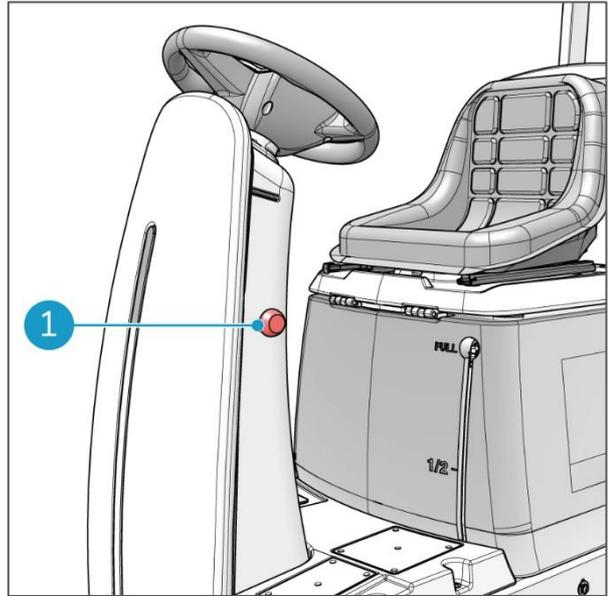

Figure 29
En cas d'urgence, appuyez sur le bouton d'arrêt d'urgence (Figure 29, pos. 1).